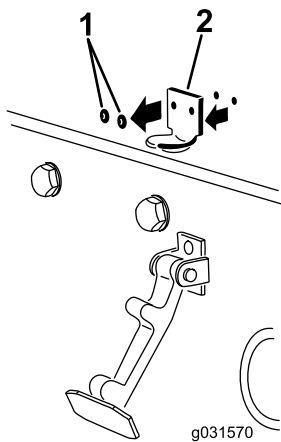

Figura 5
2. Retire los 2 remaches que sujetan el cerradero del capó al capó (Figura 5).